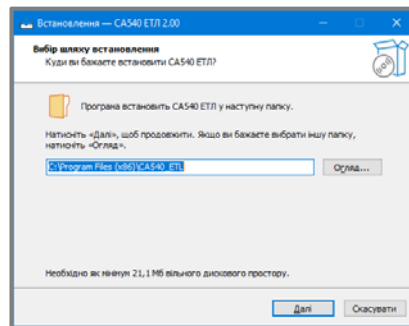

Рисунок 8.1
1) Включити ПК і почати встановлення програми "CA540 ЕТЛ", для чого з папки "CA540 ЕТЛ", що розташована на інсталяційному диску, що входить до комплекту поставки, запустити виконуваний файл  setup_CA540_ETL_xxx.exe (xxx – версія програми). На екрані з'явиться вікно майстра встановлення CA540 ЕТЛ (рисунок 8.1).